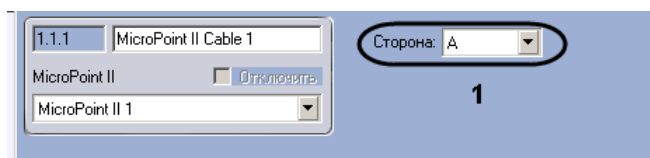

Рис. 3.5—2 Настройка кабеля MicroPoint II
2. Из раскрывающегося списка **Сторона** выбрать идентификатор кабеля MicroPoint II (см. Рис. 3.5—2, 1).